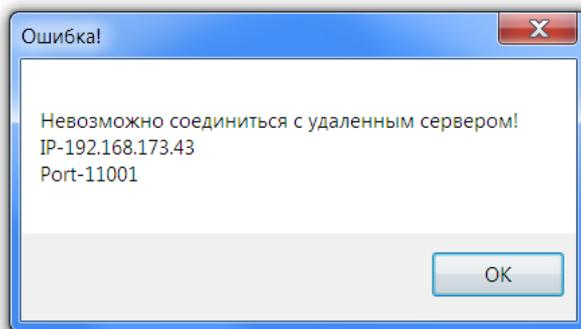

Рис. 1.13. Сообщение об ошибке соединения с сервером
- Если настройки введены неверно, то пользователь увидит следующее сообщение об ошибке и работа в программе будет невозможна (рис. 1.13):